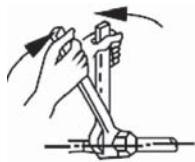

рис. 8-1
- Установите трубы в правильное положение, закрутите гайки руками, затем затяните двумя гаечными ключами (см. рис. 8-1).